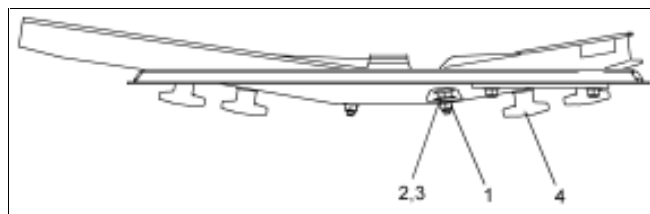

Fig. 36
- Zelfborgende moer (Fig. 36/1) losdraaien.
- Sluitring en verzonken bout (Fig. 36/2,3) verwijderen.
- Vleugelmoer losdraaien (Fig. 36/4) en strooiscoep vervangen.
- De zelfborgende moer (Fig. 36/1) zo vast andraaien, dat de strooiscoep nog met de hand te verplaatsen is.